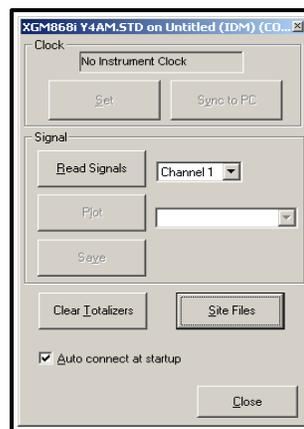

Figura 27. Ventana de propiedades
3. Aparece una ventana de propiedades similar a la de la Figura 27. Para borrar los totalizadores del XGM868i, haga clic en el botón [Clear Totalizers] (Borrar totalizadores). Los totalizadores del XGM868i se ponen a 0.